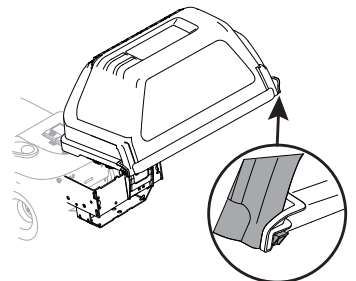

Figure 16
- Basculez le couvercle supérieur du bac récupérateur vers le bas pour le fermer. Poussez l'encoche arrière gauche et l'encoche arrière droite pour les verrouiller en place de chaque côté. Assurez-vous que le couvercle est bien ajusté. Voir Figure 16.